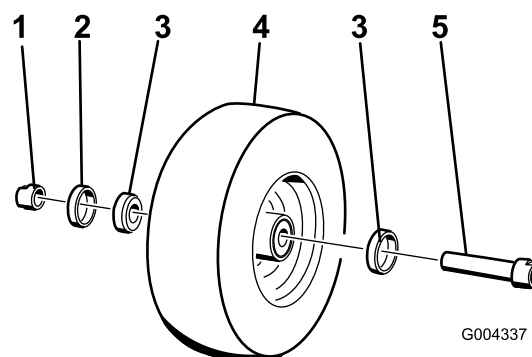

Figura 28
6. Togliere **uno** dei dadi distanziali (con spianature per la chiave) dall'asse (Figura 28).
7. Togliere l'asse **senza** rimuovere il dado distanziale opposto (Figura 28).
10. Inserire il cuscinetto e una nuova guarnizione nella ruota (Figura 28).
12. Inserite nella ruota il dado e l'asse assemblati sul lato con il cuscinetto e una nuova guarnizione (Figura 28).
14. Inserite il secondo cuscinetto e una nuova guarnizione nella ruota (Figura 28).